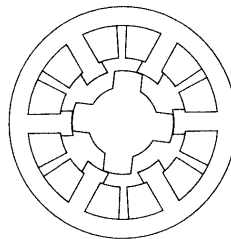

Figure 1
- réluctant, à pôles saillants (puissances de 100 W à 200 kW) (Fig. 1)